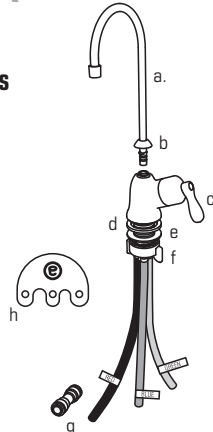
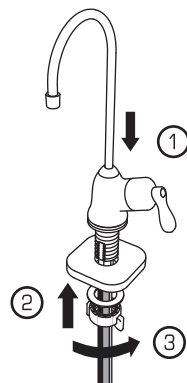
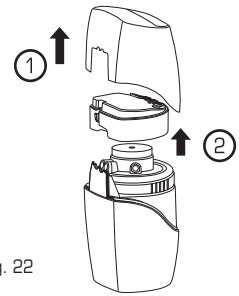

Fig. 18
Fig. 21
Fig. 22
Componentes de la llave auxiliar eSpring (Fig. 18):
3. **A la vez que sostiene** la arandela de goma en su lugar contra la estructura de la llave, baje el vástago de la llave eSpring y los tubos por el orificio en la cubierta o borde del fregadero ①. Con un ayudante que sostenga la llave en su lugar, **alcance** por debajo de la cubierta y **deslice** la arandela de metal y la tuerca de mariposa en la llave roscada ②. **Coloque** la llave en la orientación deseada y **ajuste** la arandela de metal y la tuerca de mariposa para fijar la llave en su lugar ③ (Fig. 21).
4. **Quite** la cubierta superior del purificador de agua ①. Desmonte el módulo electrónico ② (Fig. 22).
NOTA: Debe usar el conector de suministro (Fig. 18, parte c) entre la válvula en el suministro de agua y la llave eSpring.
La manguera no se insertó lo suficiente.	- Remover la manguera, pág. 9, Fig. 32. - Marcar la manguera, pág. 4, Fig. 18. - Instalar la manguera, pág. 4, Fig. 21.
Conector de suministro instalado incorrectamente (mira hacia la dirección incorrecta).	Revise la instalación, pág. 4, Fig. 22.
La rejilla del conector de suministro con controlador de flujo puede estar obstruida.	- Cierre el suministro de agua fría y drene el agua de la tubería abriendo la llave. - Retire el tubo del lado de la rejilla del conector de suministro con controlador de flujo del tubo de suministro de agua fría, pág. 9, Fig. 32; pág. 4, Fig. 22. - Limpie la rejilla con un cepillo y vuelva a insertar el tubo, pág. 4, Fig. 21.